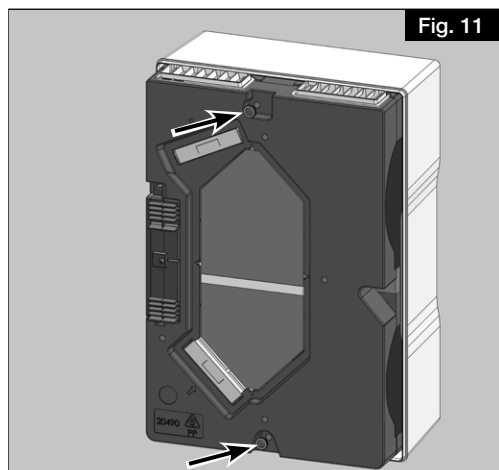

Fig. 11
6. Serrer manuellement les deux écrous moletés (voir Fig. 11).